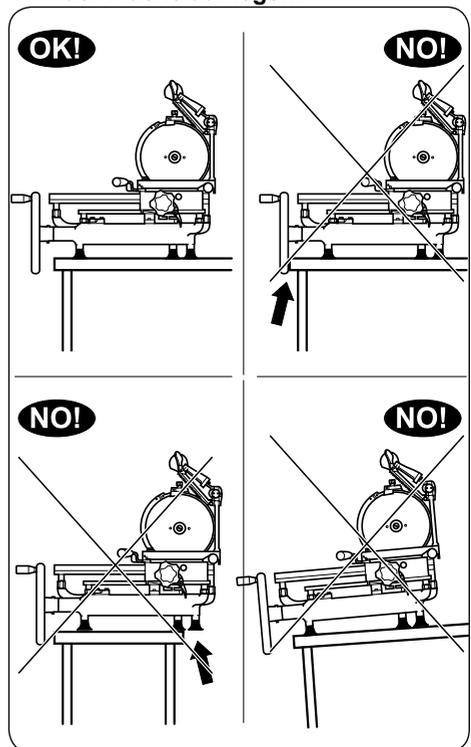

Abb. 5 - Positionierung der Aufschnittmaschine
Positionierung der Aufschnittmaschine (Abb. 5)
- Wird kein Sockel (optional) benutzt, muss die Aufschnittmaschine vorsichtig angehoben und auf einer ebenen (Abb. 5), trockenen und für das Gewicht derselben und der zu schneidenden Ware geeigneten Fläche positioniert werden (s. „Technische Eigenschaften“).